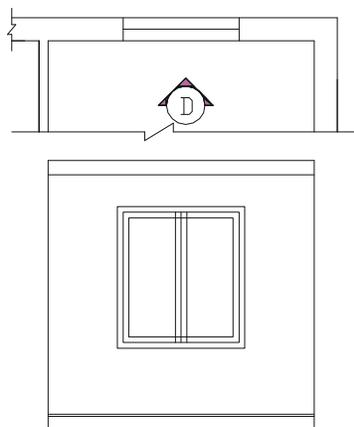
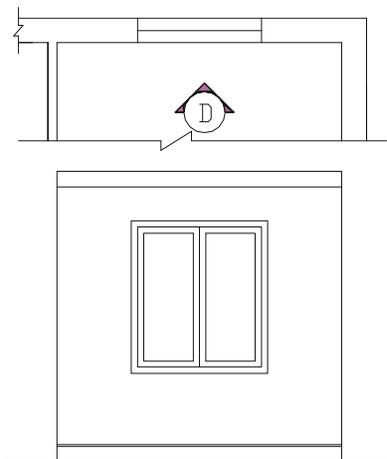
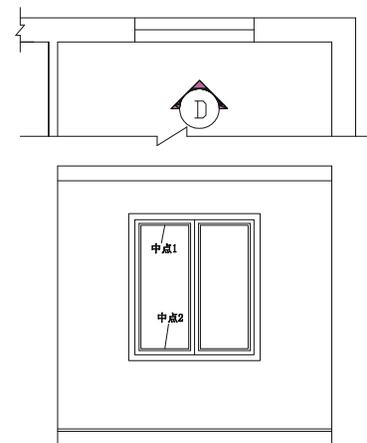
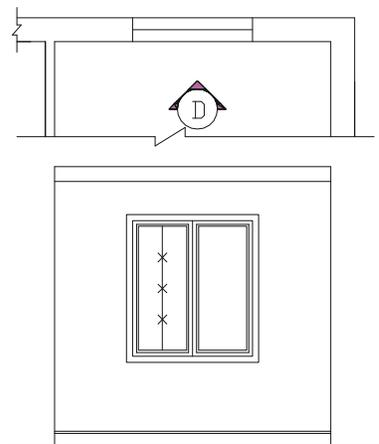

图 8-1-55
图 8-1-56
图 8-1-57
图 8-1-58
**STEP 06** 使用修剪命令 TRIM 将如图 8-1-55 所示的图形进行修剪, 如图 8-1-56 所示。
**STEP 07** 使用偏移命令 OFFSET 将如图 8-1-56 所示中最里面的两个矩形分别向外偏移 20, 如图 8-1-57 所示。
**STEP 08** 使用绘制直线命令 LINE 连接如图 8-1-57 所示中的中点 1 和中点 2, 并使用等分命令 DIVIDE ( DIV ) 将该连线等分成 4 等分, 如图 8-1-58 所示, 其操作步骤如下:
// 单击如图 8-1-57 所示的中点 1
// 单击如图 8-1-57 所示的中点 2
**STEP 09** 使用绘制直线命令 LINE 在如图 8-1-58 所示的等分点处绘制横线, 并使用偏移命